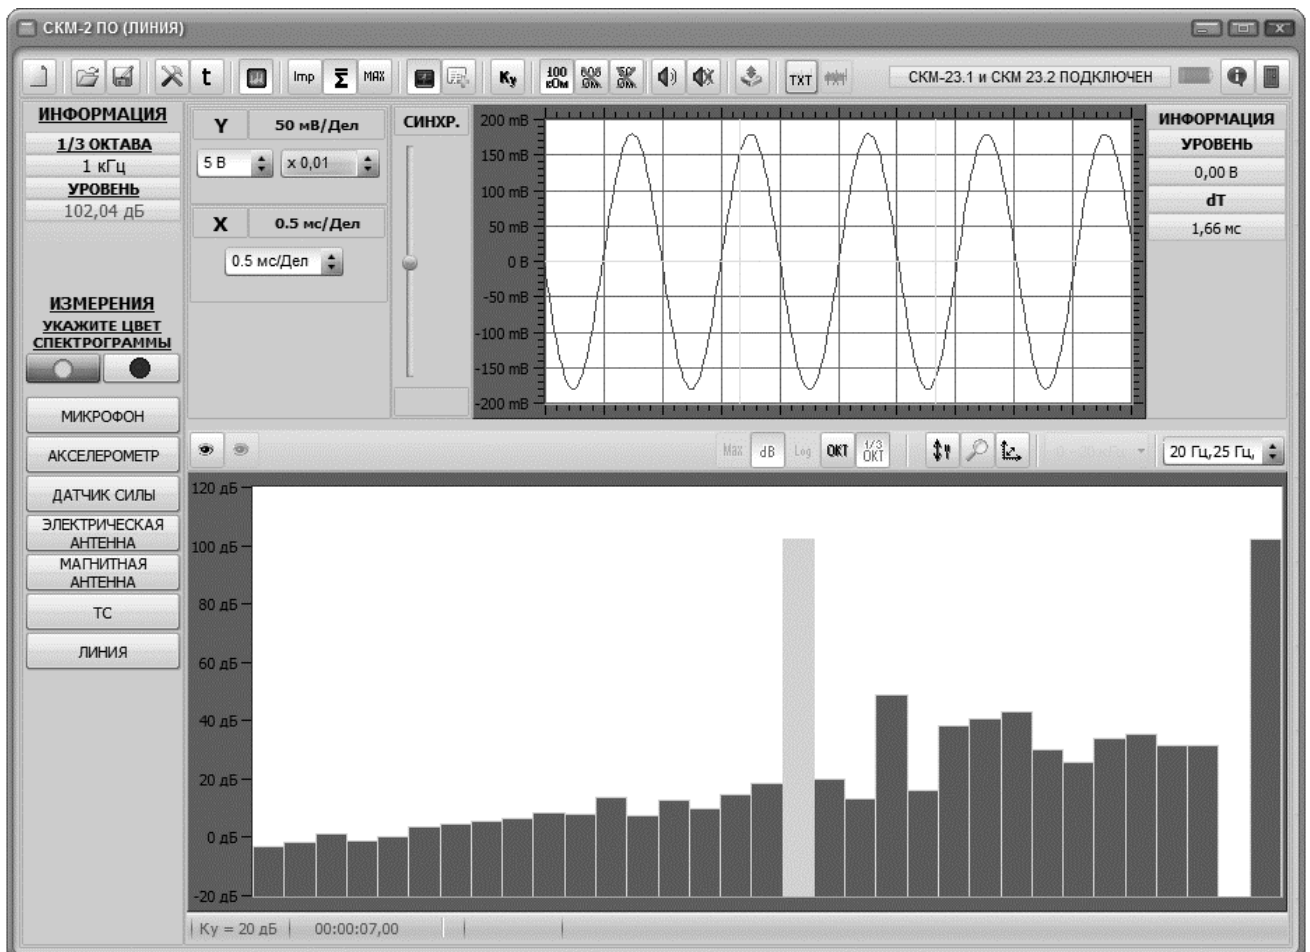

Рисунок 14 – Иллюстрация работы в режимах октавного (1/3-октавного) анализа
10.15.10 При работе в режимах октавного или 1/3-октавного анализа октавная (1/3-октавная) полоса выбирается с использованием указателя манипулятора «мышь». В информационном поле «ОКТАВА» (поз. 18 на рис. 4) отображается значение среднегеометрической частоты выбранной октавной (1/3-октавной) частотной полосы. В информационном поле «УРОВЕНЬ» (поз. 18 на рис. 4) уровень сигнала для красной и зеленой спектрограмм автоматически пересчитывается к октавной (1/3-октавной) частотной полосе. Иллюстрация работы анализатора в данном режиме приведена на рис.14. Сохранение результатов измерений производится в соответствии с п. 10.2.